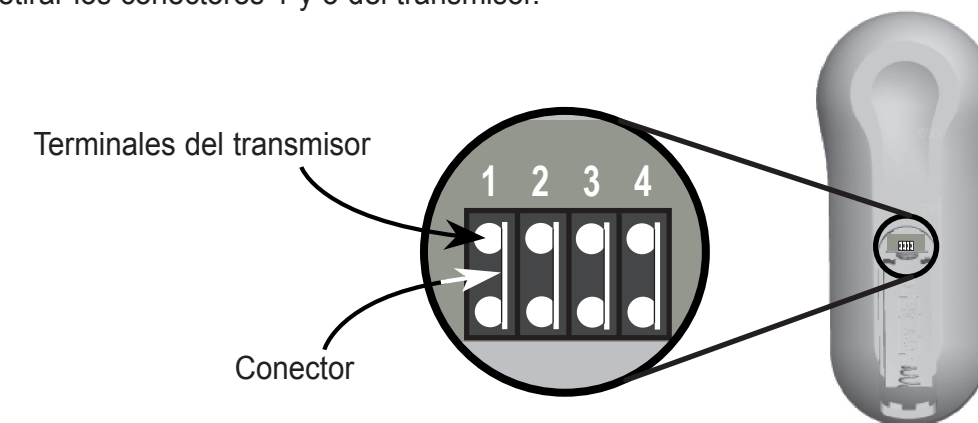

Figura 4 - Terminales del transmisor y del conector
5) Por cada conmutador codificado que apague en el receptor, use un alicate de punta de aguja para retirar cuidadosamente el conector correspondiente de los Terminales del transmisor. Vea la Figura 4. Por ejemplo, si apagó los conmutadores del receptor 1 y 3, usted debe retirar los conectores 1 y 3 del transmisor.